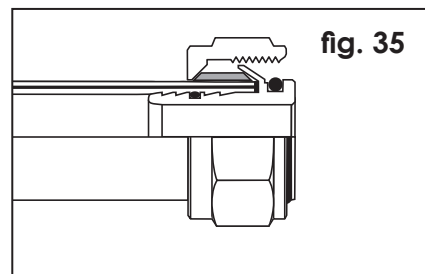

fig. 35
- d) Pousser le raccords aussi loin que possible sur le tube (fig. 35).